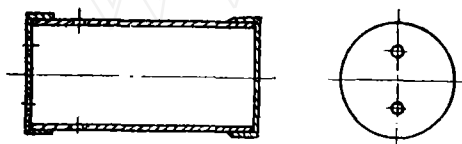

图1
1. 爆破筒的制做：用白鉄皮做成爆破筒，接近筒口外有兩提繩孔（如图1所示）。筒盖也有兩個眼孔，以作为兩根爆破足綫的导出孔。